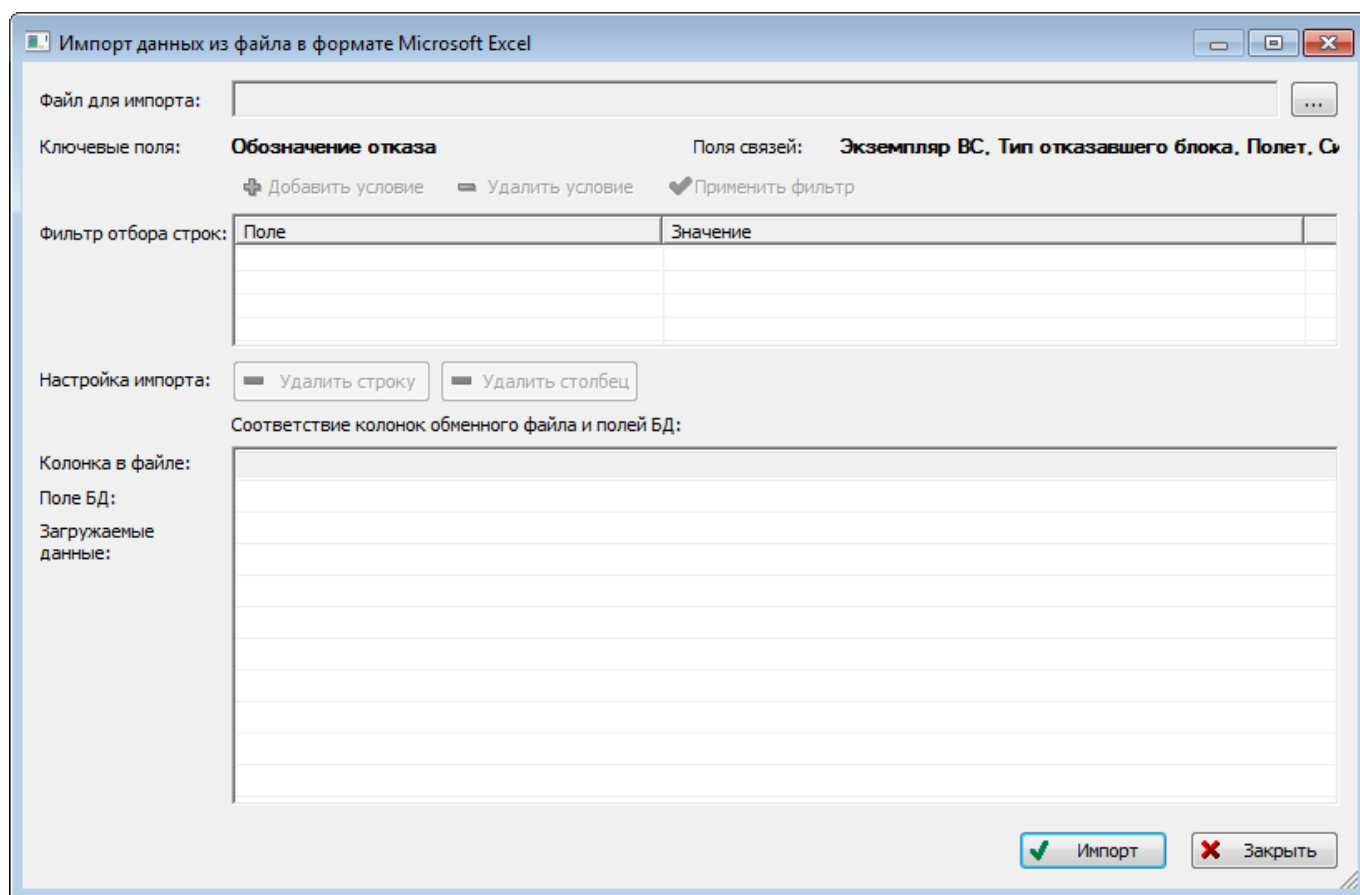

Рис. 13-340 – Окно импорта из файла Excel
3) В результате откроется окно «Импорт данных из файла в формате Microsoft Excel» (рис. 13-340). Описание назначения полей данного окна приведено в пункте 5.4.6 «Панель «Импорт/экспорт»», стр. 58.
4) Нажать кнопку  «Выбрать файл на локальном диске» (рис. 13-340). Откроется стандартное диалоговое окно «Открыть» – выбрать файл и нажать кнопку «Открыть».